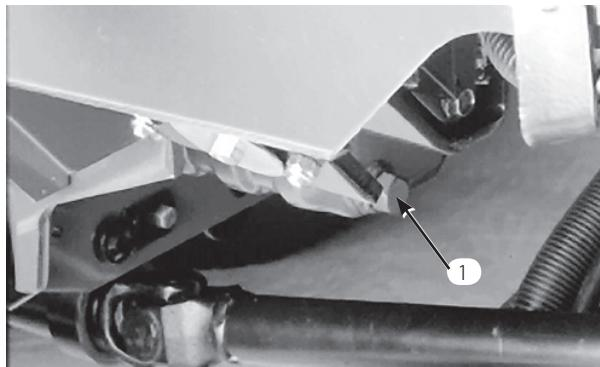

図 47
- ドレン・プラグを外してオイルを容器に受ける (図47)。オイルが抜けたらドレン・プラグを取り付ける。